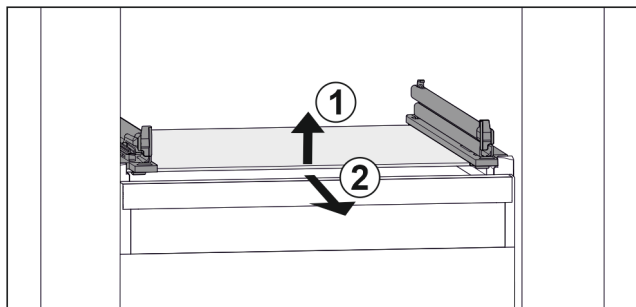

Fig. 36 Simbolična slika steklene plošče
- ▶ Steklo ploščo dvignite v smeri naprej. Fig. 36 (1)
- ▶ Steklo ploščo odstranite v smeri naprej. Fig. 36 (2)